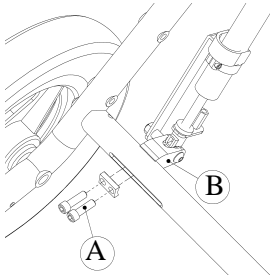

Figure 3 - Libérer les cylindres de bascule
1. Retirer les vis **A** avec une « clé hexagonale 5 mm » pour libérer la fixation **B** des cylindres de bascule (figure 3). Répéter l'opération pour les deux cylindres;